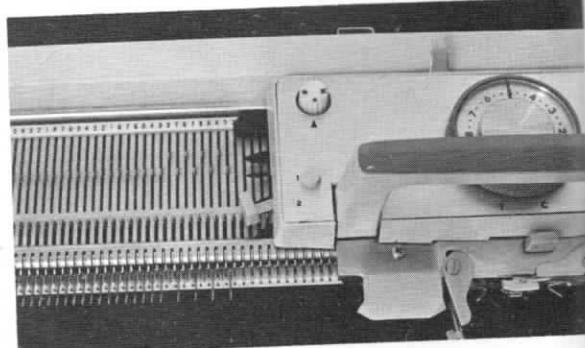

Fig. 35
- f) Retroceder a la posición B desde la derecha las 2a, 4a, 6a y 8a agujas (Fig. 35);